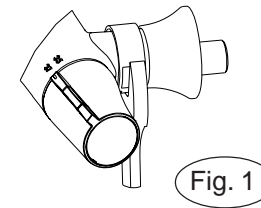

Fig. 1
**Filtres et clapets anti-retour** : Les filtres protégeant la robinetterie peuvent s'obstruer et réduire le débit. Dans ce cas les nettoyer en les trempant dans du vinaigre chaud après avoir déposé la robinetterie. Un corps étranger peut empêcher la fermeture d'un des clapets anti-retour situé dans les arrivées. Ceci provoquant une intercommunication d'eau chaude ou d'eau froide au niveau de l'installation, il est indispensable d'y remédier en procédant au nettoyage de la façon suivante (voir fig. 1 et 2) :